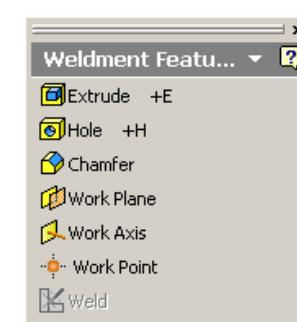

Figura 1.10.2.
- **Preparations** – constă în general în eliminarea de material anterior procesului de sudare, pentru asigurării rezistenței cordonului de sudură; operațiile specifice acestui stadiu constau în teșirea muchiilor, găuri și/sau tăieri (**Extrude - Cut**) ale componentelor; materialul eliminat în acest stadiu este de obicei regenerat prin cordonul de sudură; activarea acestui stadiu se declanșează prin dublu click stânga pe intrarea **Preparations**; determinând afișarea panelului de instrumente din figura 1.10.2; se efectuează operațiile necesare și se ieșe prin butonul **Return** din **Standard Bar**;
- **Machining** - constă în general în operații ulterioare procesului de sudare; găuri și/sau tăieri (**Extrude - Cut**) ale componentelor; activarea acestui stadiu se declanșează prin dublu click stânga pe intrarea **Machining**; determinând afișarea panelului de instrumente din figura 1.10.2; se efectuează operațiile necesare și se ieșe prin butonul **Return** din **Standard Bar**.